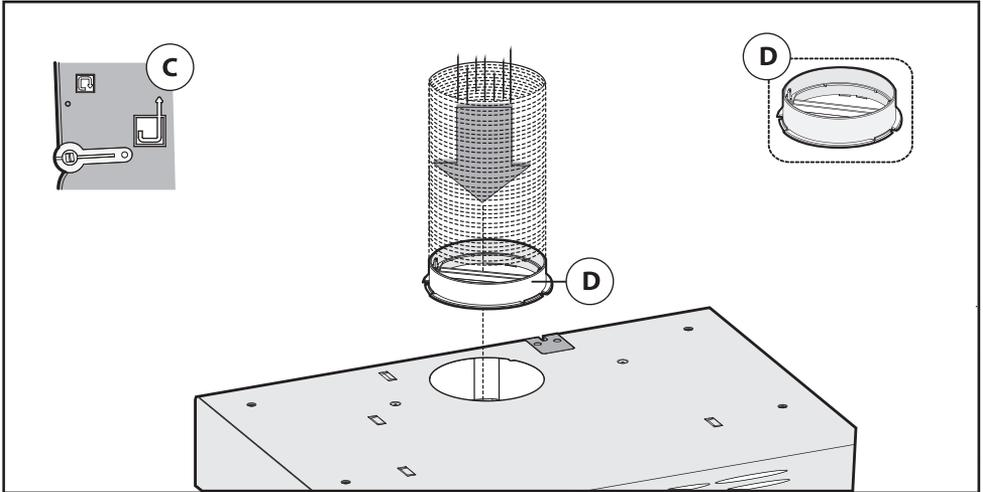

Fig.3
- Se la cappa è in versione **aspirante** la leva **C** deve essere posizionata come indicato in Fig.3.
La flangia **D** è in dotazione al prodotto e va fissata sopra il foro uscita aria della cappa come indicato in Fig. 3.